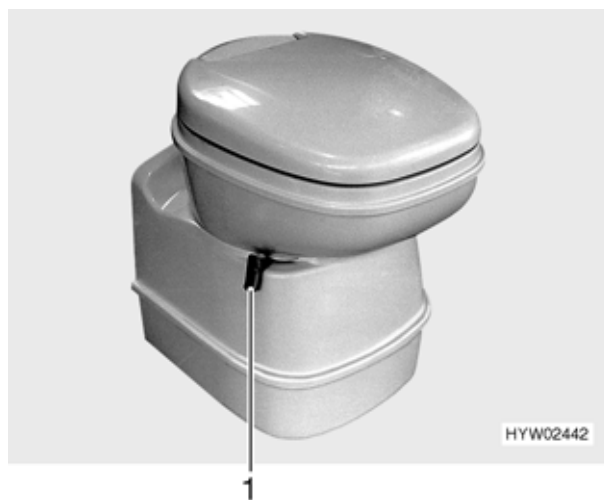

Fig. 176 Tazza del WC Thetford
- Prima di tirare l'acqua, aprire il cursore della toilette Thetford. A tal fine girare la leva del cursore (Fig. 176,1) in senso antiorario.
- Dopo aver tirato l'acqua chiudere il cursore. Girare la leva del cursore (Fig. 176,1) in senso orario.
- Girare la leva del cursore (Fig. 176,1) in senso orario. Il cursore viene chiuso.